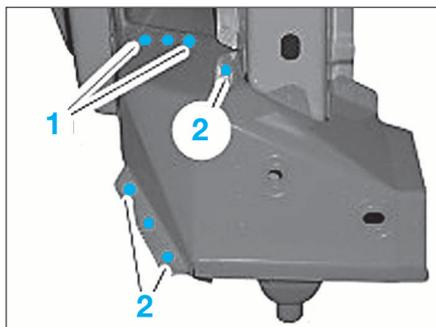

FIG. 106
- Dépointer les points (1) et (2) (Fig.106).
- Souder par résistance par points (2) (Fig.106).
- Souder par bouchonnage (1).